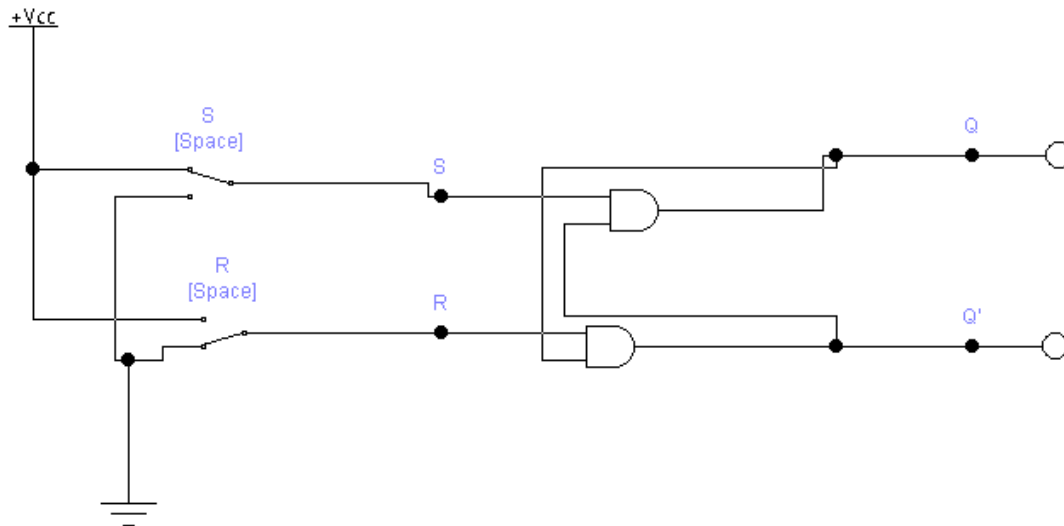

Рисунок 4.62 – Схема роботи *RS*-тригера
5. Зібрати схему проведення експерименту із вивчення роботи *RS*-тригера (рис. 4.62) [16].